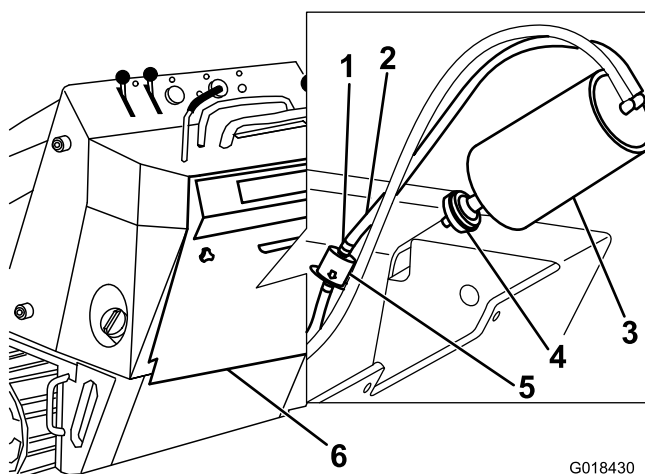

Figure 31
3. Déposez le filtre à air et mettez-le au rebut (Figure 31).
4. Posez un filtre neuf sur le filtre à charbon actif (Figure 31).
3. Éloignez les colliers à ressort de flexibles situés de chaque côté du filtre à charbon actif du conduit de purge (Figure 31).
4. Déposez et mettez au rebut le filtre du conduit de purge (Figure 31).
5. Posez un filtre neuf dans le flexible en orientant la flèche située sur le filtre dans la direction opposée au filtre à charbon actif et fixez-le en place avec les colliers (Figure 31).